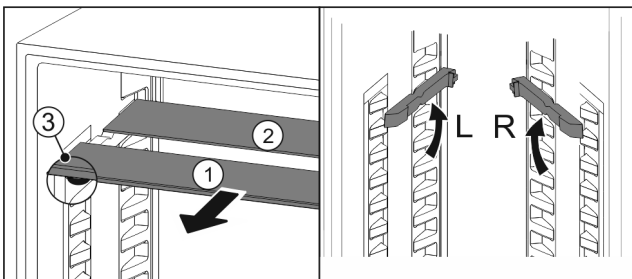

Fig. 153
- ▶ По одной извлеките Fig. 153 (1) стеклянные панели движением вперед.
- ▶ Стеклянная панель Fig. 153 (1) с декоративной планкой лежит спереди.
- ▶ Стопоры Fig. 153 (3) показывают вниз.